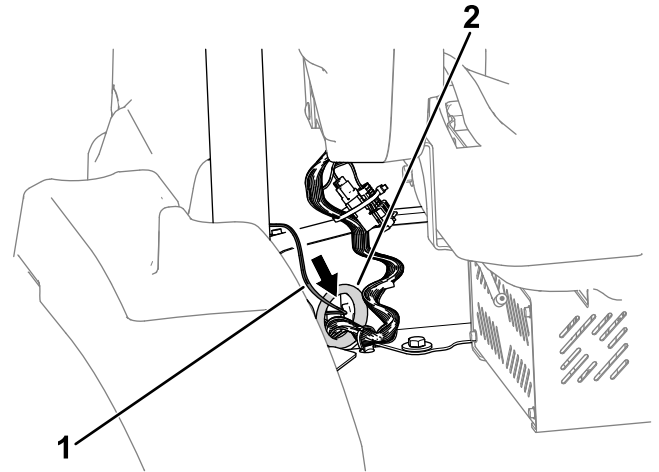

Figure 8
- Faites passer l'extrémité du faisceau de câblage étiquetée P08 à travers le passe-câble de la plate-forme (Figure 8).